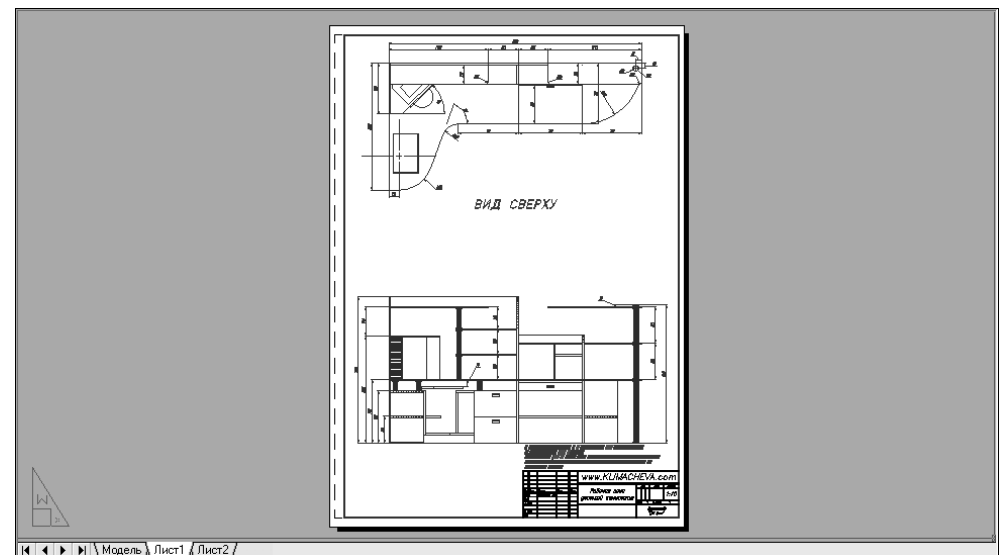

Рис. 13.16 ▼ Создание элементов оформления чертежа на листе компоновки завершено
*Совет.* Если вы предпочитаете работать в командном окне, можете для перехода в режим **ЛИСТ** (PAPER) вводить в командном окне команду **Лист** (PSPACE) или просто **Л** (PS), а для перехода в режим **МОДЕЛЬ** (MODEL) – команду **МОДЕЛЬ** (MSPACE) или просто **М** (MS).
12. Для точного изменения масштаба, как вы, должно быть, помните из первых глав книги, лучше всего использовать инструмент **Уменьшить** (Zoom In) или **Увеличить** (Zoom Out) в варианте команды **Показать** (ZOOM) командного окна. Поэтому введите в командном окне **по** (Z), а затем масштабный коэффициент **0.1xp** (то есть установите масштаб 1:10). Масштаб изображения на листе компоновки изменится.
14. Снова вернитесь в режим **ЛИСТ** (PAPER). Убедитесь в том, что текущим является слой **Рамка**, и заморозьте слой **Видовой экран**. Итак, мы получили чертеж, который практически не отличается от того, как выглядел исходный чертеж (см. рис. 13.1), но теперь рамка и основная надпись выполнены на листе компоновки в масштабе 1:1 (рис. 13.16).